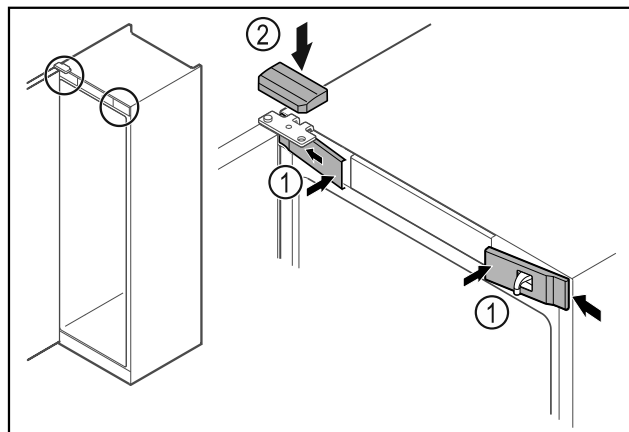

Fig. 50
- Vordere Abdeckungen Fig. 50 (1) seitlich einhaken und aufrasten.
- Obere Abdeckung Fig. 50 (2) von oben aufrasten.